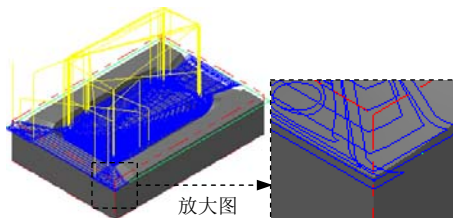

图 23.12 刀具路径
Step10. 单击“曲面粗加工挖槽”对话框中的 ☒ 按钮，完成加工参数的设置，此时系统将自动生成图 23.12 所示的刀具路径。